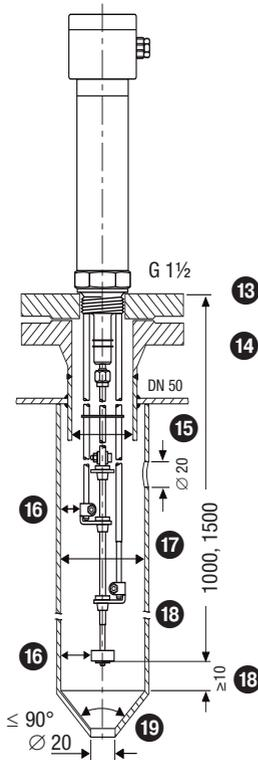

Fig. 6 Tubo protector (a cargo del cliente) cuando se usa como limitador interno de nivel de agua
- No se debe quedar por debajo de la línea de fuga eléctrica de 14 mm entre las varillas del electrodo y la masa (brida, pared del depósito). **Fig. 6 - 7**